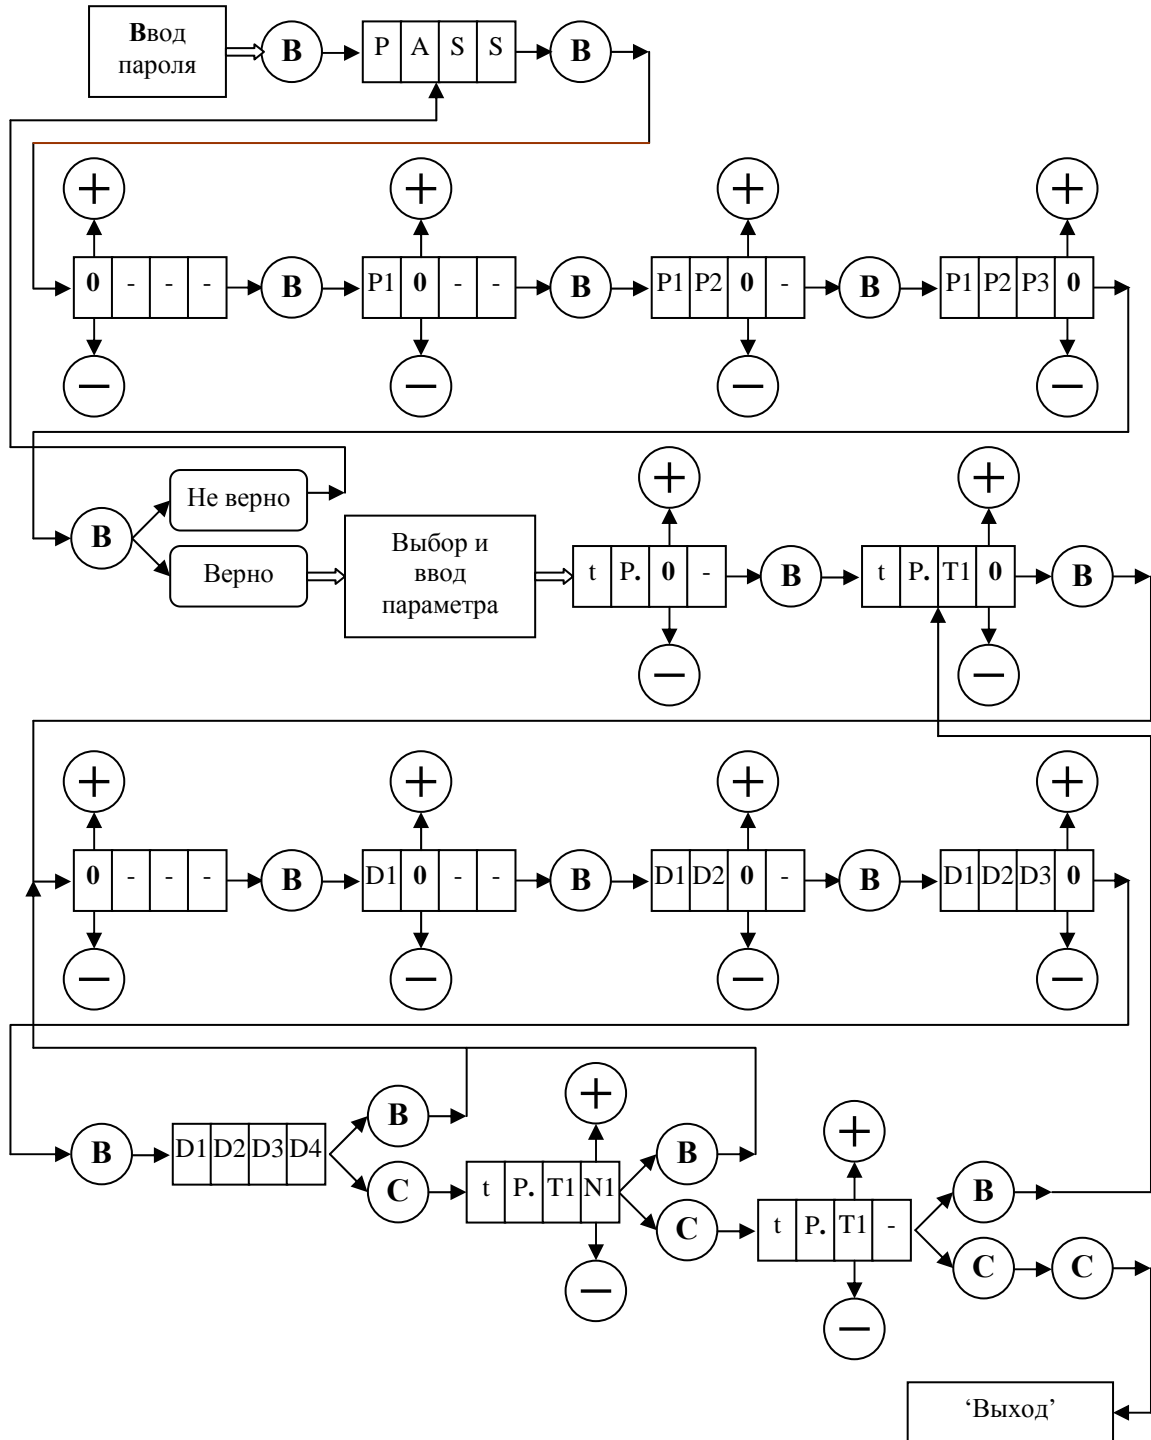

Рис. 2. Ввод параметров с помощью клавиатуры.
3.5.5.9. **Un_P** – пункт меню 1 уровня – редактирование параметров *Устройства*. Этот пункт меню подробно рассмотрен при описании режима ‘*Редактирование параметров УСНА*’. Диаграмма ввода параметров *Устройства* аналогична диаграмме ввода параметров БУАД и изображена на **рис. 2**.
3.5.7.3. На **рис. 2** изображена диаграмма ввода параметров с помощью клавиатуры, где кружки с соответствующими надписями обозначают кнопки клавиатуры, причем буква **В** обозначает **ВВОД**, а буква **С** – **СБРОС**.